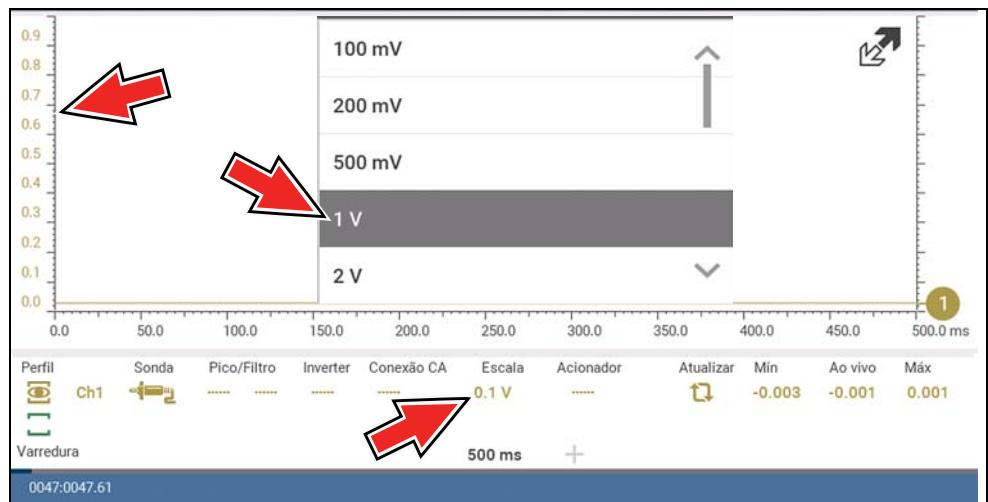

Figura 10-33
**Exemplo (Figura 10-33):** Se a escala vertical estiver definida como 1 V, o valor exibido é 0,1V.